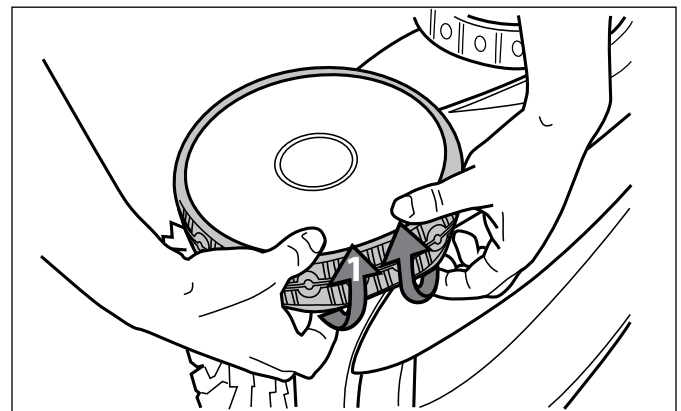

Figura 35. Tire del neumático viejo por encima de la rueda
1. Con los dedos, separe el interior del neumático viejo para retirar el borde del neumático de la rueda. (Figura 35).